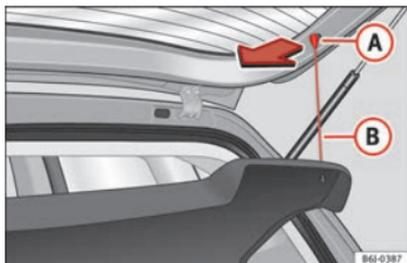

Fig. 120 Plage arrière.
- Décrochez les tirants » fig. 120 (B) de leurs logements (A).